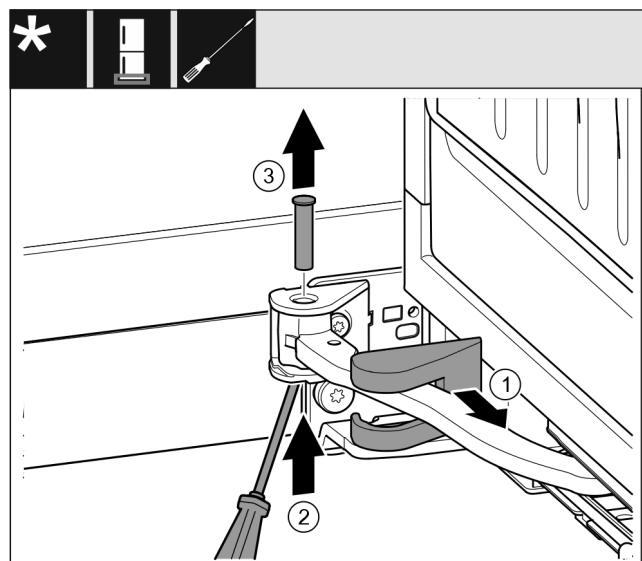

Fig. 13
- ▶ Зніміть кришку опорного кронштейна та перемістіть вздовж шарніра. Fig. 13 (1)
- ▶ Рукою чи викруткою підійміть палець знизу. Fig. 13 (2)
- ▶ Перемістіть викрутку під голівку пальця і витягніть. Fig. 13 (3)